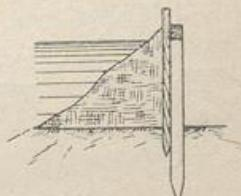

Abb. 167.
2. **Einfache Fangedämme.** Sie werden ebenfalls bei geringen Wassertiefen und mäßiger Strömung angewendet (Abb. 167). Gegen Pfähle, die in 1,2 bis 1,5 m Entfernung eingerammt sind und oben durch einen Holm verbunden werden, lehnt sich eine Stulpwand (oder Wand aus Brettertafeln), die mit der Handramme eingerammt wird. Auf der Wasserseite wird gegen die Stulpwand ein Erddamm aus möglichst dichter Erde geschüttet und festgestampft.¹⁾